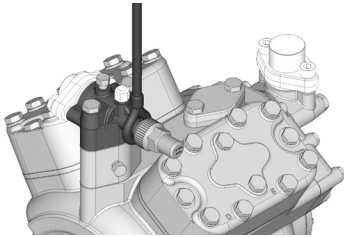
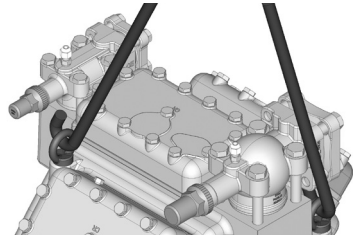

Fig. 8
Fig. 9
- Transport et suspension possibles sur l'anneau de levage (Fig. 9, F14 à F16) ou directement sur le robinet d'arrêt au refoulement (Fig. 8, F2 à F5).